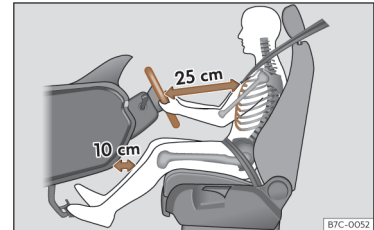

Fig. 6 Distanța corectă dintre șofer și volan trebuie să fie de cel puțin 25 cm (10 inch).
- Reglați volanul la o distanță de cel puțin 25 cm (10 inchii) de stern»» fig. 6, astfel încât să-l puteți ține cu ambele mâini de ambele părți exterioare, cu brațele ușor flexate.
- Reglați scaunul astfel încât să puteți apăsa pedalele cu genunchii ușor flexați, iar dintre genunchi și planșa de bord trebuie să fie de minim 10 cm (4 inchii)»» fig. 6.